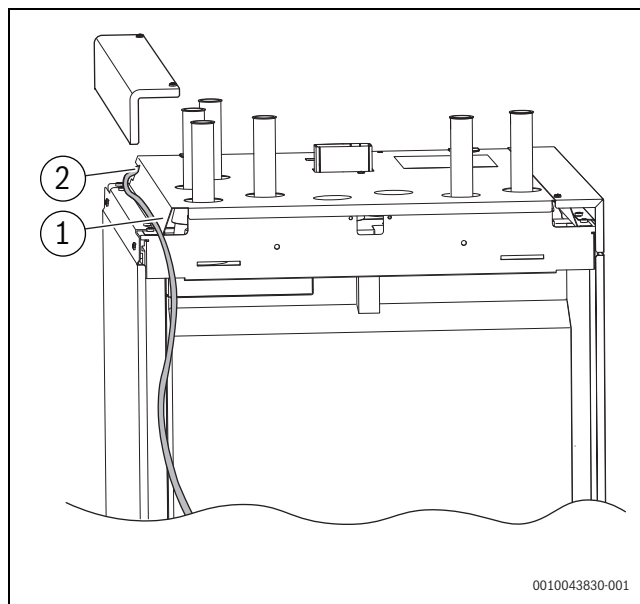

Bild 29 Kabelführung im Gerät
- Kabel in den Kabelhalter (→ Bild 29, Pos. [1]) auf der Rückseite der Elektronikbox befestigen und zu den Kabeldurchführungen führen.